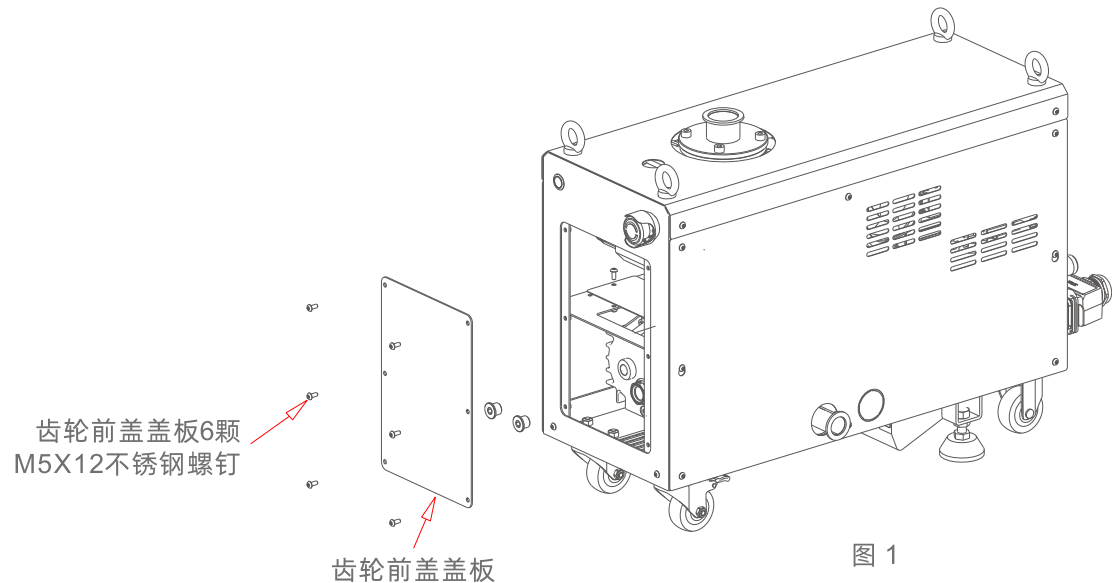
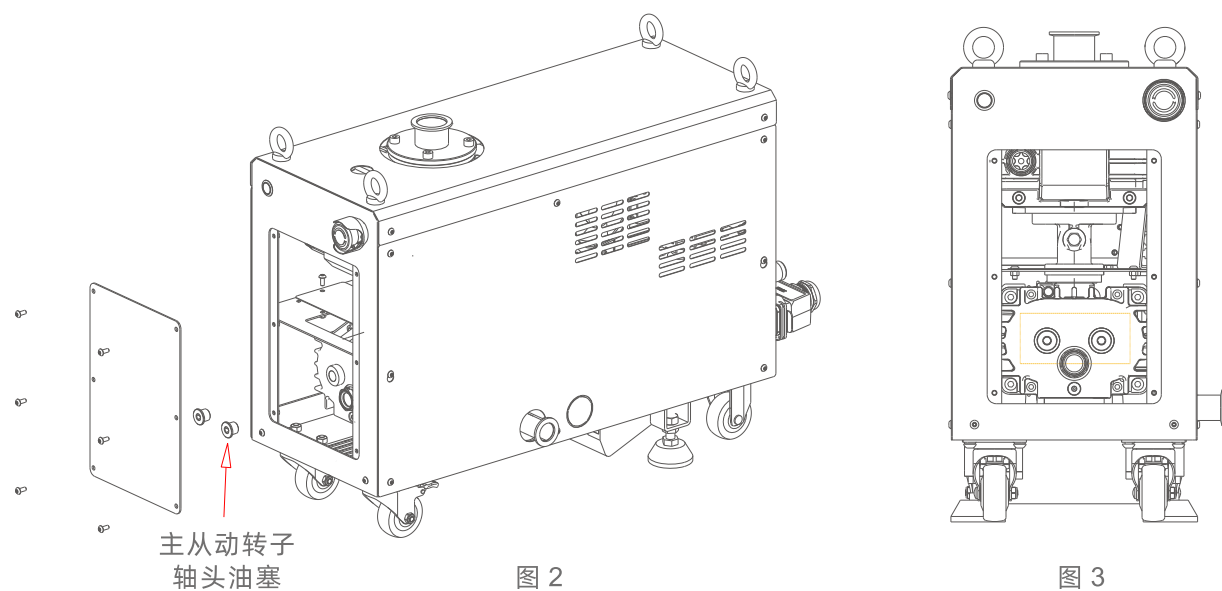
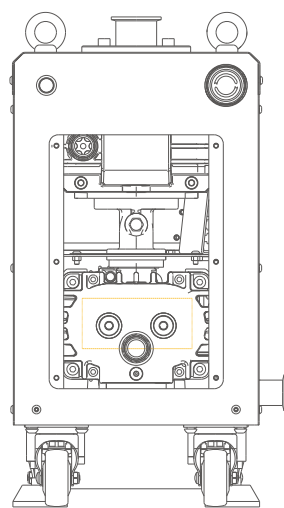

图 1
图 2
图 3
- 1.如图1所示，拆除齿轮前盖盖板上的6颗M5X12的不锈钢螺钉。
- 3.如图2所示，使用8mm的7字形扳手，旋下齿轮前盖端面，对准主从动转子轴头的油塞。
- 4.如图3所示，使用5mm的7字形扳手，逆时针转动主动转子，感受转动时阻力。
照图1、图2、图3步骤，检查转子是否卡顿。